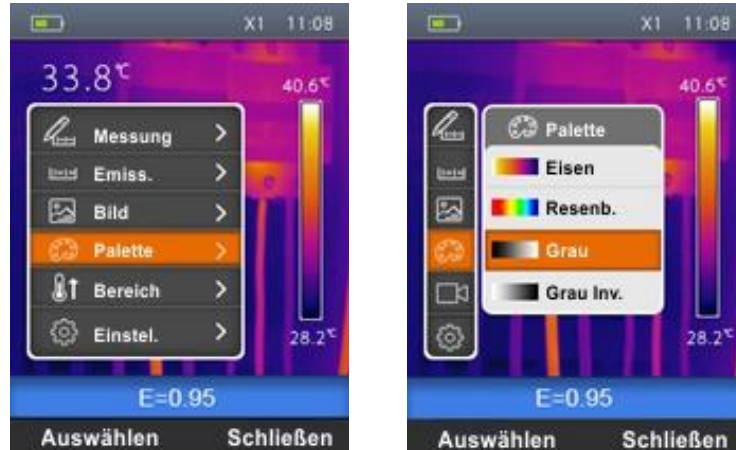

Abb. 26: Einstellung der Farbpalette
1. Wählen Sie "Palette" mit den \oplus oder \ominus Tasten aus und drücken Sie die \equiv Taste. Die Bildschirmseite Abb. 26 – Rechte Seite erscheint im Display.